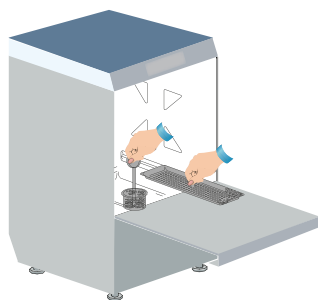

Abb. 1
- Kontrollieren, ob sich der Saugfilter der Pumpe ordnungsgemäß in seinem Sitz am Boden des Spülraums befindet (siehe Abb. 1).
- Oberflächenfilter einsetzen (siehe Abb. 1).